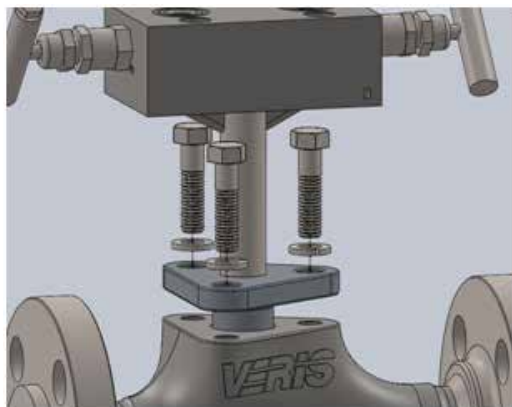

Figure 9. Mise en place des écrous de garniture
- Installez des boulons d'étanchéité dans le sens indiqué dans la figure 9 et serrez-les à la main.